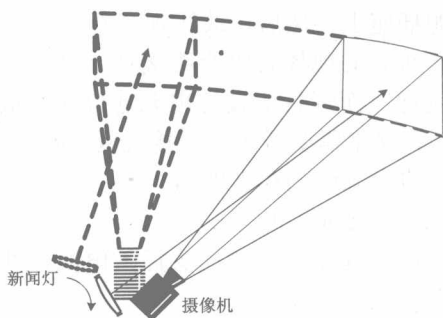

图 1-1-7 跟随摄像机进行移动照明
(8) 光线控制
① 光线强弱的调整，一般可以通过选用不同功率的灯具或调整灯具与被射对象的照射距离来加以控制。
② 光线方向的控制，可以通过手对新闻灯的转动来确定被摄对象，控制照射方向是为了能及时照明目标，如图 1-1-7 所示。
(9) 照明结束